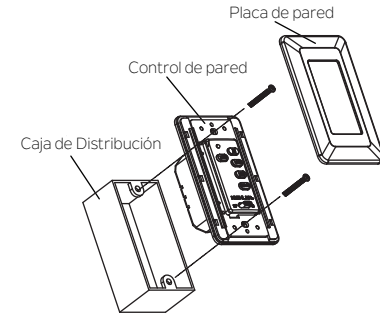

Fig. 19
Paso 2. Utilice los tornillos proporcionados para asegurar el control de pared a la caja de distribución eléctrica. (Fig. 19).